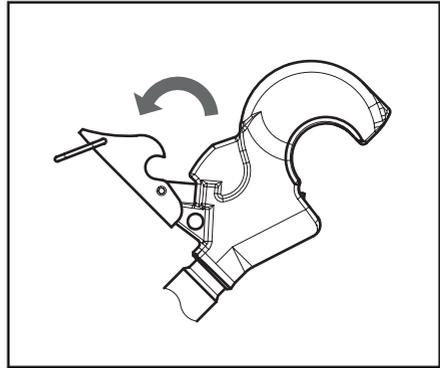

Abb. 5.18.11
7. Die obere Schubstrebe abkuppeln und hierzu den Entkopplungshebel nach hinten ziehen (Abb. 5.18.11).